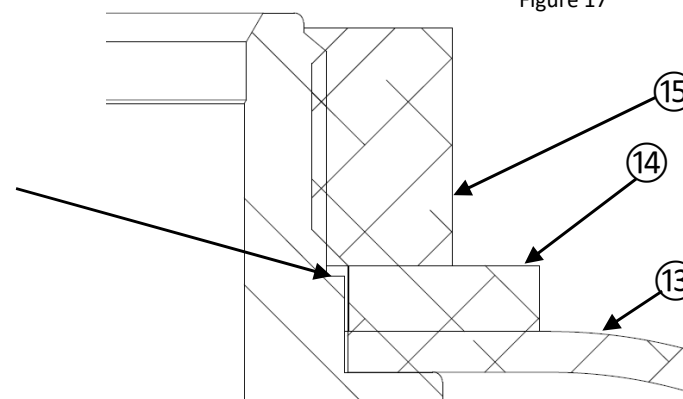

Figure 19
Assurez-vous que les hexagones du capot ⑬ et de la rondelle ⑭ soient pleinement engagés sur l'hexagone de l'arbre de la poulie avant d'appliquer le couple de serrage sur l'écrou ⑮ (figure 19).